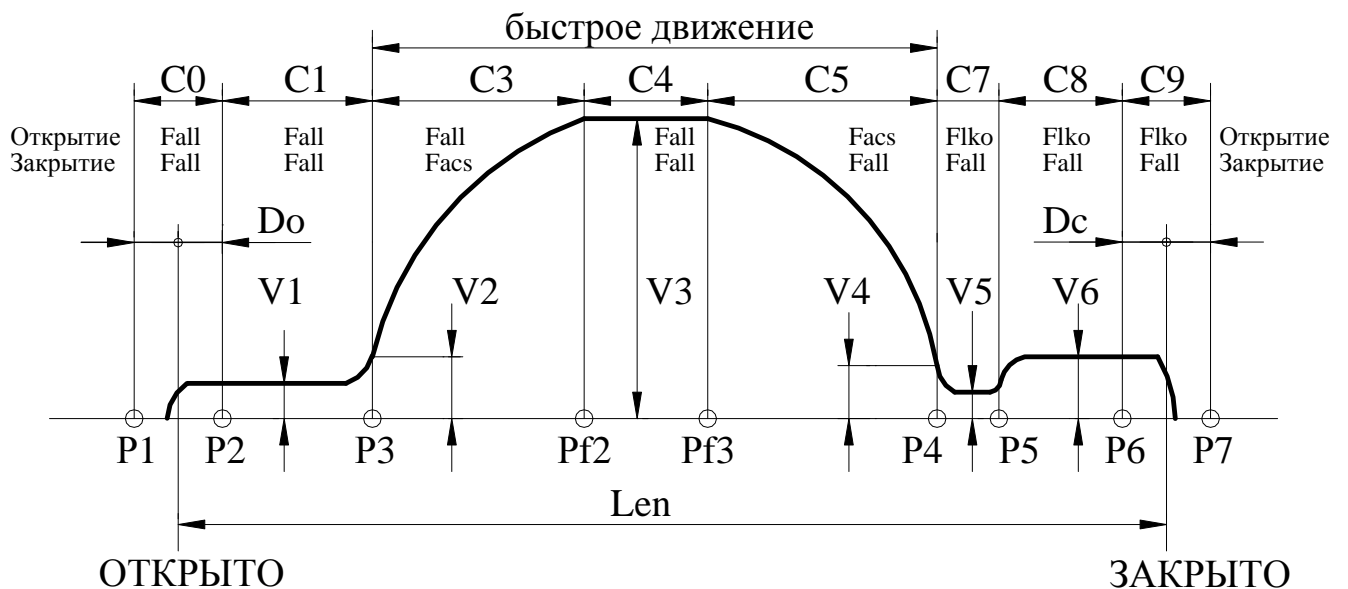

Рис.5. Траектория движения, осуществляемая с помощью БУАД.
- **C.Err** – участок движения (**рис.5**), на котором произошла ошибка при наличии синхронизации, C_err=11 при отсутствии синхронизации.
3.8.6.10. **Un_P** – пункт меню 1 уровня – редактирование параметров *Устройства*. Этот пункт меню подробно рассмотрен при описании режима ‘*Редактирование параметров Устройства*’. Диаграмма ввода параметров *Устройства* аналогична диаграмме ввода параметров БУАД и изображена на **рис. 5**.
- **E0L** – переезд зоны полного открытия (**C0, рис.5**) или полного закрытия (**C9, рис.5**). *Синхронизация* в этом случае выключается. Ошибка сбрасывается при смене кода направления движения. При повторном неоднократном возникновении данной ошибки нужно провести **измерение проема**, если затем эта ошибка все равно будет возникать, необходимо проверить механику привода.